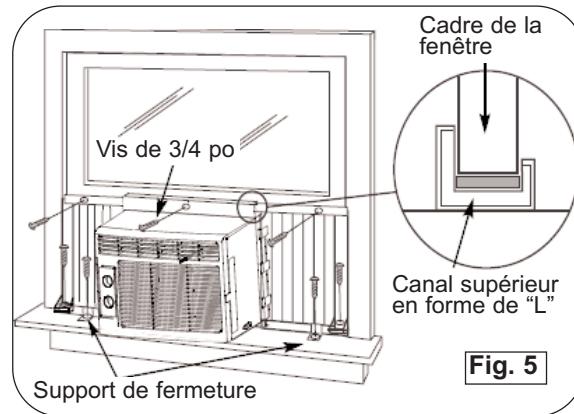

Fig. 5
- Placez le climatiseur dans la fenêtre avec le canal de montage en forme de "L" (en haut) positionné à l'avant du cadre supérieur de la fenêtre. Le bas du caisson doit être positionné dans le bas du cadre de la fenêtre. Tirez la fenêtre vers le bas jusqu'à ce qu'elle repose juste derrière le rebord frontal du canal de montage en forme de "L" (supérieur). Voir Fig. 5.
- Étendez les cadres des volets (complètement) de chaque côté, et fixez le haut des structures au cadre de la fenêtre en utilisant une vis de 3/4 po et une rondelle de sécurité sur chaque côté. Fig. 5